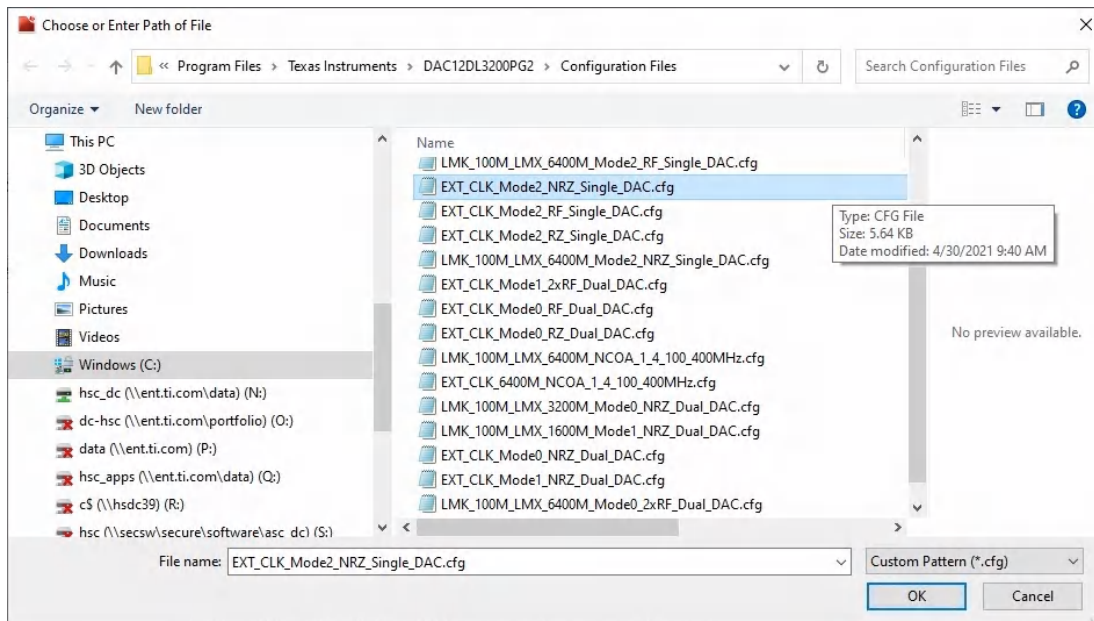

图 3-4. 选择配置文件
4. 单击 **File** (文件) 图标并导航到 “EXT\_CLK\_Mode2\_NRZ\_Single\_DAC.cfg”，然后单击 **OK** (确定) 按钮以加载 LMK 和 DAC 寄存器，请参阅图 3-4。